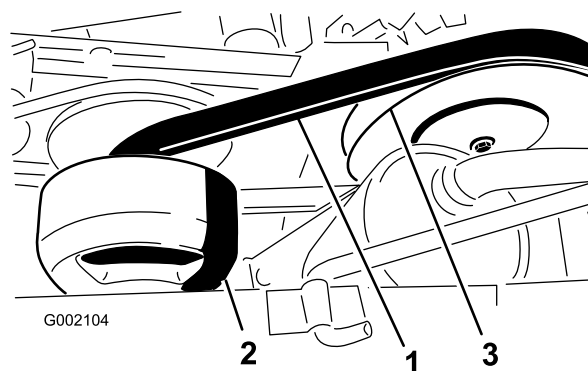

Figura 52
3. Rode e verifique se a correia (Figura 52) apresenta sinais de desgaste ou se está danificada. Substitua a correia, sempre que for necessário.
1. Rode e coloque a correia sobre a embraiagem secundária (Figura 52).
2. Retire a correia da embraiagem primária (Figura 52).